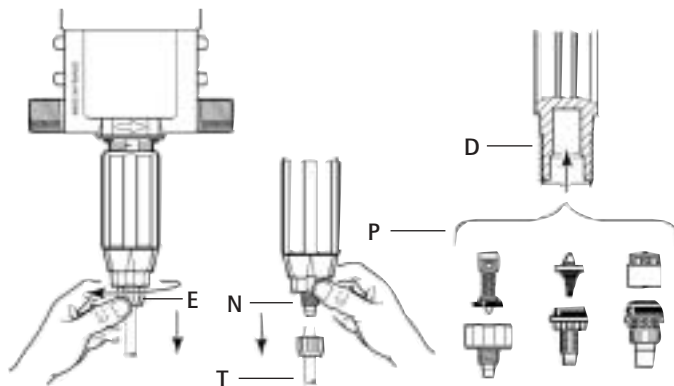

Abb. 15
- Die Haltemutter losschrauben (Abb. 15-E) und Saugschlauch abnehmen (Abb. 16-T).